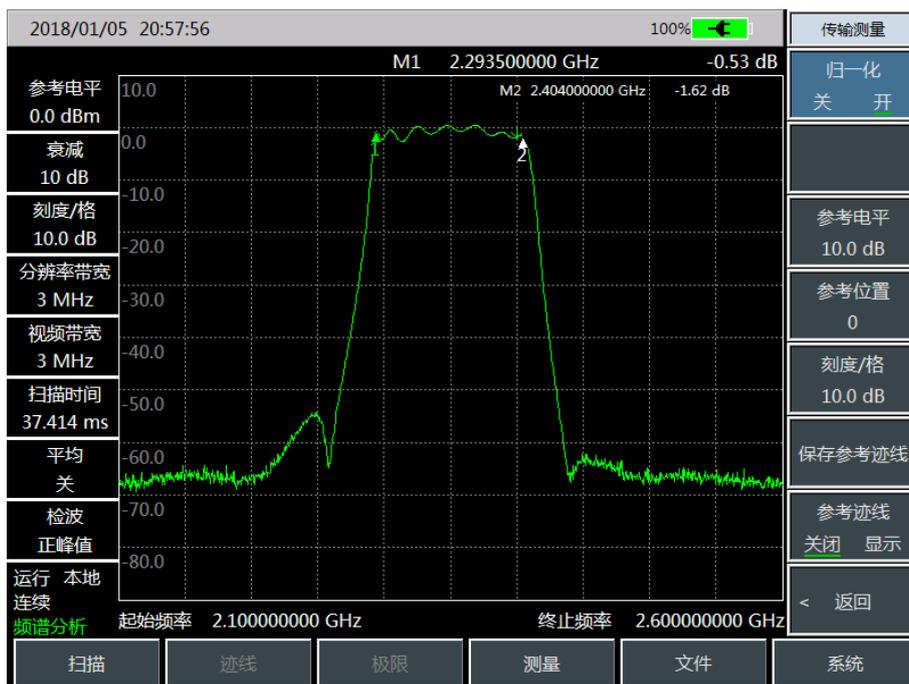

图 5.27 2.3GHz~2.4GHz 的带通滤波器的幅频特性示意图
- 2.3GHz~2.4GHz 的带通滤波器的幅频特性示意图如下图 5.27 所示：